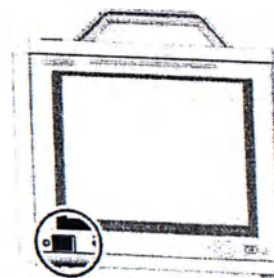

Рисунок 8. Выключатель питания и индикатор заряда переменного тока
5. Нажать выключатель питания (ⓘ) на передней панели оксиметра (Рисунок 8) и убедиться в том, что оксиметр работает от батареи.
Для включения оксиметра нажать выключатель питания ⓘ (Рисунок 8).
Индикатор заряда переменного тока (⚡), расположенный на передней панели прибора рядом с выключателем питания (Рисунок 8), загорается зеленым при подаче электропитания на оксиметр и заряде батареи.